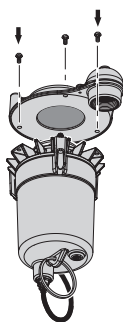

Figure 8
3. Retirer les trois vis fixant le moteur à la base et soulever le moteur de la base (figure 8).